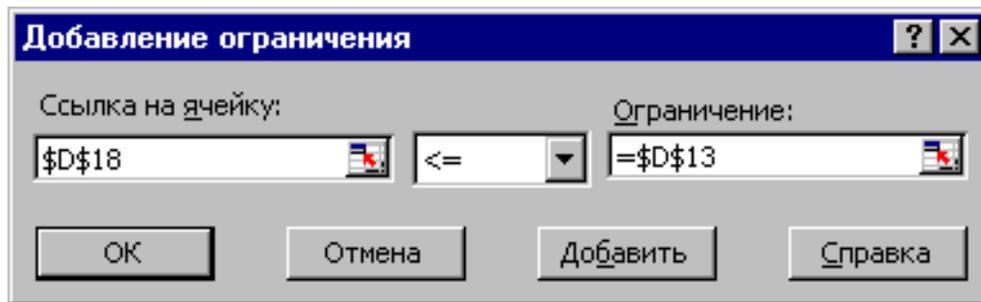

рис. 6.10.
29. Селектируйте ячейку D13 и убедитесь, что окно диалога команды “Добавление ограничения” имеет вид, показанный на рис. 6.10.